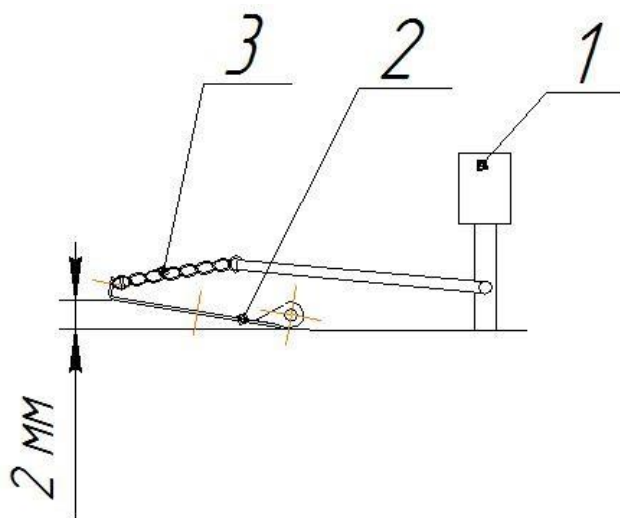

Рис.10 Схема регулятора тяги
Нагрейте котел до 60 С. Установите ручку настройки (1) на значение температуры, указанное на термостате котла, используются белые цифры и маркировка. Закрепите цепь (3) заслонки (2) так, чтобы щель составляла 2 мм. (Рис.10)